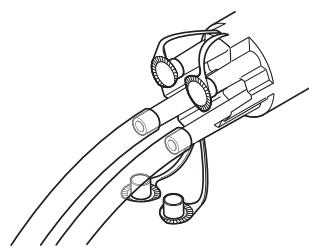

Figura 4 Ligue a tubagem ao tubo de distribuição
3. Ligue a tubagem de aspiração à(s) porta(s) do tubo de distribuição (Figura 4). Utilize a tubagem de aspiração com diâmetro interno de 5/16 pol. (7,9 mm) ou de 1/4 pol. (6,4 mm) com um adaptador de 5/16 pol. (7,9 mm), conforme adequado.